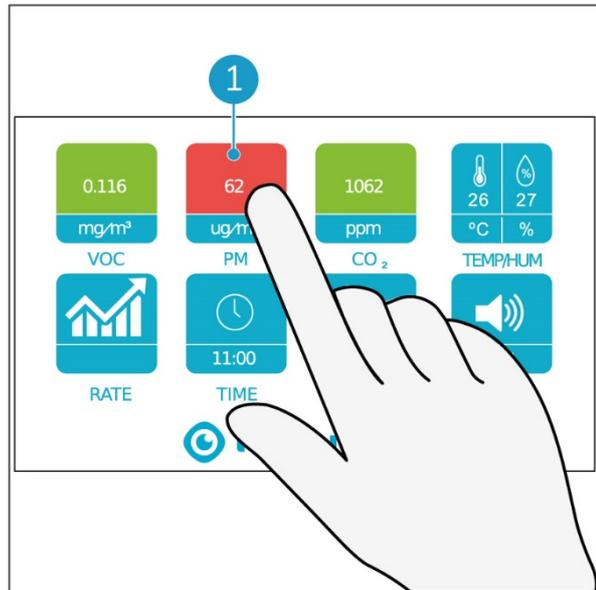

Abbildung 12
1. Berühren Sie die Schaltfläche PM (Abbildung 12, Pos. 1) mit einem Finger.